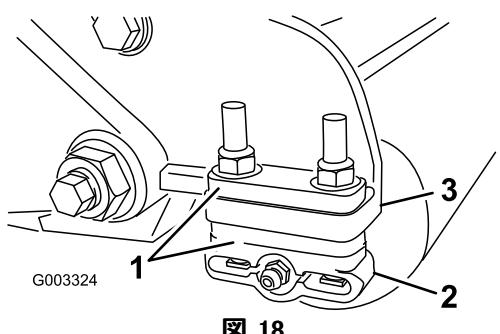

図 18
- 希望の刈高範囲に必要な数のスペーサを刈高チャートで確認し、スペーサをサイド・プレートの取り付けフランジ（図 18）の下に入れて、後ローラのブラケットの位置を正しくセットする（図 18）。